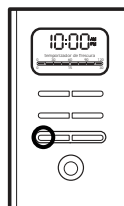

Figura 9
3. Para ativar o preparo programado para que a cafeteira comece a preparar o café mais tarde, pressione duas vezes o botão “Preparo Program.” A luz indicadora de que o preparo programado está acionado “Preparo Program.” acenderá. Agora a cafeteira está pronta para preparar café automaticamente na hora pré-determinada (Figura 9).
Pressione o botão de “Preparo Program.” até que todas as luzes se apaguem (Figura 9).